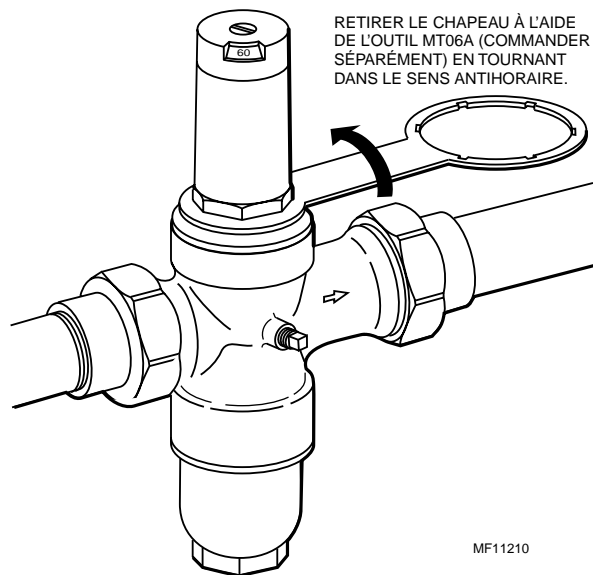
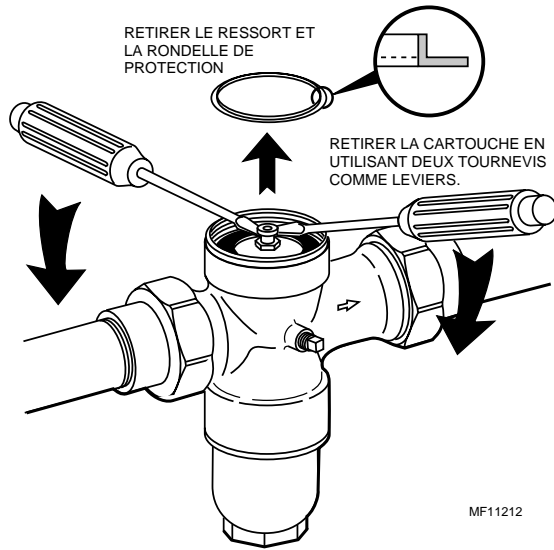

Fig. 3. Retrait du chapeau.
Fig. 4. Retrait de la cartouche.
3. Retirer le chapeau (voir la Fig. 3) à l'aide de l'outil MT06A1009 ou MT06A1017 en tournant dans le sens antihoraire. Retirer le ressort et la rondelle de protection (voir la Fig. 4).
4. Retirer la cartouche à l'aide de deux tournevis servant de leviers (Fig. 4). Retirer le joint torique de la cartouche.